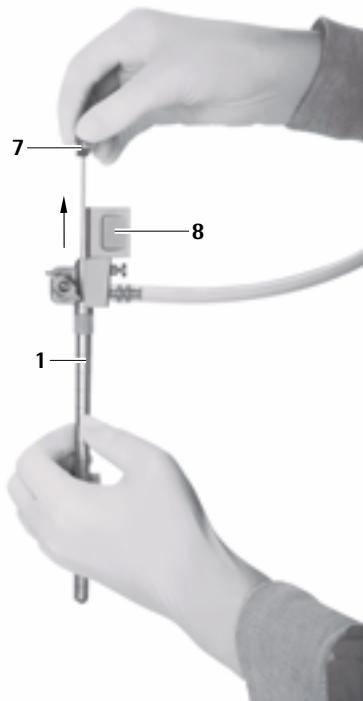

Fig. 9
- ▶ Dra försiktigt ut den ovala arbetskanalens obturator **7** ur MINOP inVent-troakaren **1**, se Fig. 9.